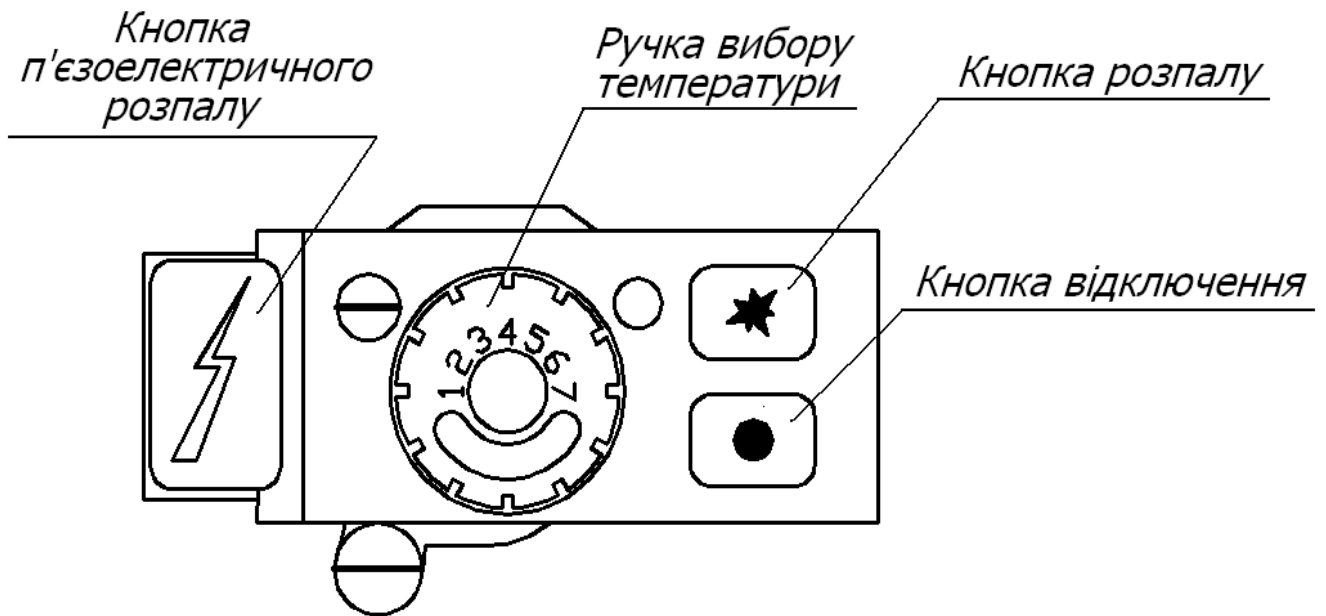

Рисунок 3. Газовий клапан MINISIT.
- повернути ручку вибору температури (рис.3) за годинниковою стрілкою до упору у положення "РОЗПАЛ";
7.2.2 Встановити ручку управління (рис.3) на відмітку "4". Після двох годин роботи котла, орієнтовно необхідних для стабілізації температури у приміщенні, змінити температуру за бажанням. Для збільшення або зменшення температури в приміщенні необхідно встановити ручку управління на більш високу відмітку, обертаючи ручку проти годинникової стрілки, або, відповідно, на більш низьку відмітку, обертаючи ручку по годинниковій стрілці.
7.3.1 Для виключення основних пальників повернути ручку вибору температури (рис.3) за годинниковою стрілкою у положення "РОЗПАЛ".
При відпусканні кнопки включення (рис.3) гасне полум'я на запальному пальнику